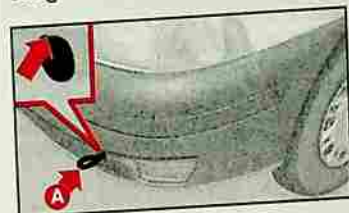
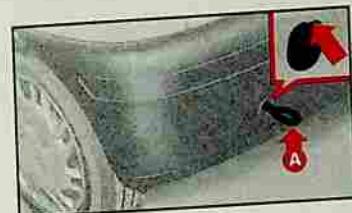

fig. 42
fig. 43
- 3) Visser à fond le crochet A-fig. 42 et fig. 43 sur le goujon fileté.